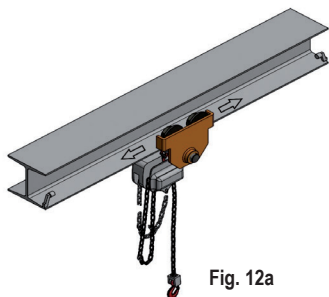

Fig. 12a
- spingere il carrello agendo su un punto di presa sicuro per il modello a spinta (fig.12A).